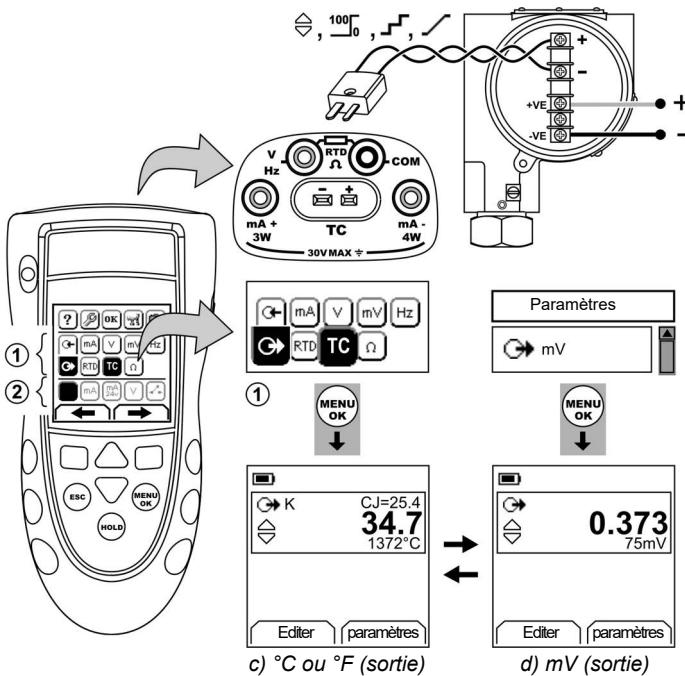

Figure 9 : Exemple de configuration - mesure/simulation de la température ($^{\circ}\text{C}/^{\circ}\text{F}$) ou des valeurs en mV d'un TC
Raccordez les fils TC sur le mini-connecteur correspondant (Figure 9). La lame la plus large correspond à la borne négative. Branchez ensuite le connecteur sur l'instrument.
- Raccordez l'instrument (Figure 9) et, si nécessaire, réglez le menu *Config.* (Tableau 1).